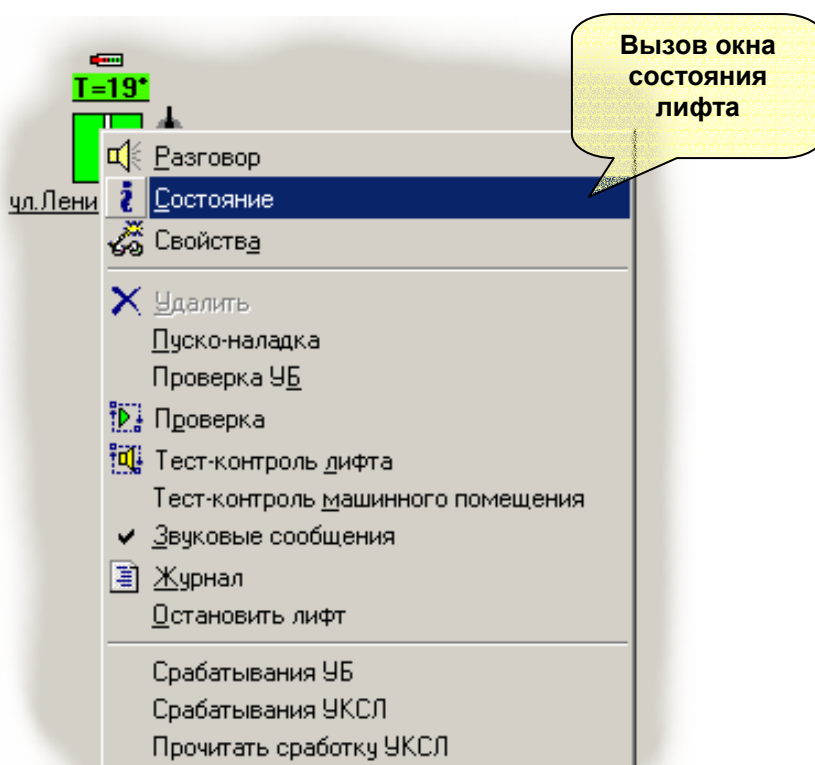

Рисунок 13 - Меню лифта на карте
2. В появившемся окне (см. рисунок 13) щелкните левой кнопкой мышки по строке «Состояние»:
2. В появившемся окне (см. рисунок 13) щелкните левой кнопкой мышки по строке «Пуско-наладка».
2. В появившемся окне (см. рисунок 13) щелкните левой кнопкой мышки по строке «Пусконаладка».